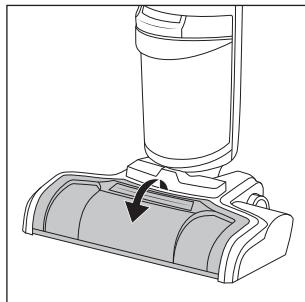

Fig. 33
- ◆ Saisissez la protection antiprojections **7** par le haut au niveau de la poignée (*PULL*) et tirez-la en avant pour la détacher de la tête de nettoyage **3** (voir fig. 33).